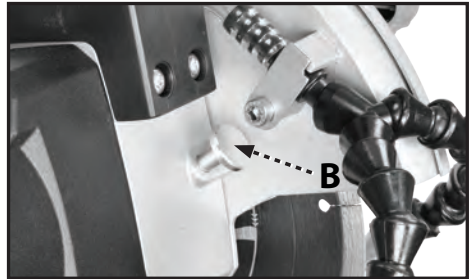
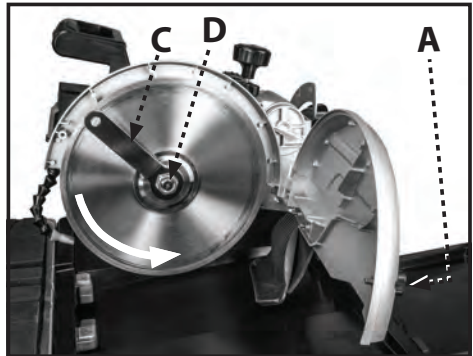

FIGURE 20
FIGURE 21
1. Desserrez le bouton de verrouillage du couvre-lame (A, fig. 21).
2. Ouvrez le couvre-lame (9)
4. Appuyez sur le blocage de broche de la lame (B, fig. 20) et utilisez la clé de lame (C, fig. 21) pour desserrer l'écrou de blocage de l'arbre (D, fig. 21)
7. Placez la nouvelle lame sur l'arbre de sorte que la flèche sur la lame pointe dans la même direction que la flèche sur le couvre-lame. (Voir figure 21)